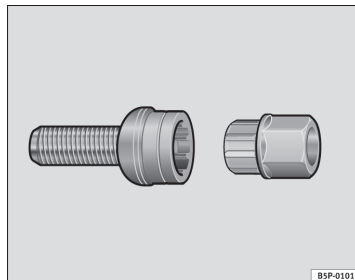

Fig. 159 Låsebolt
- Sæt adapteren helt ind i låsebolten ⇒ Fig. 159.